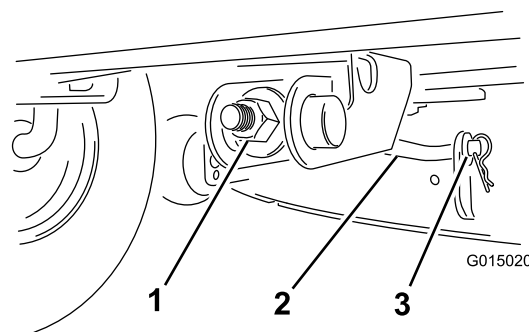

Bild 43
8. Drehen Sie für das Einstellen der Schnittmesserneigung in Längsrichtung die Einstellmutter vorne am Mähwerk (Bild 43).